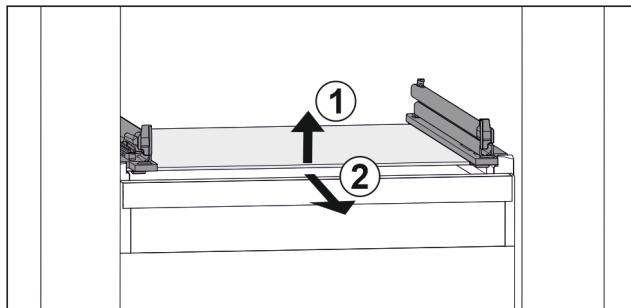

Fig. 46 Приблизне відображення скляної пластини
- Підняти скляну пластину спереду. Fig. 46 (1)
- Вийняти скляну пластину рухом вперед. Fig. 46 (2)